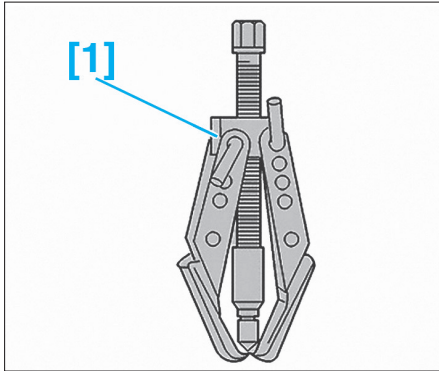

FIG. 47
- [1]. Extracteur à griffes (Fig.47).